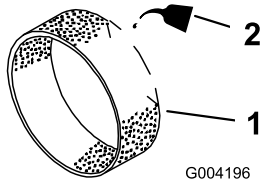

Figura 45
3. Ponga entre 30 y 60 ml de aceite en el pre-filtro (Figura 45).